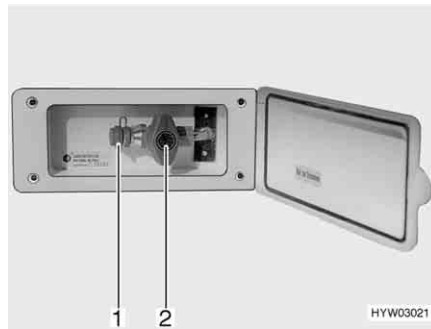

Fig. 145 Toma exterior de gas, válvula de paso de gas cerrada
La toma externa de gas (Fig. 145) está, en función del modelo, en la parte trasera o en el lado izquierdo o derecho del vehículo.
- Conectar el aparato de gas externo en el punto de conexión (Fig. 145,1).
- Abrir la válvula de paso de gas (Fig. 145,2).